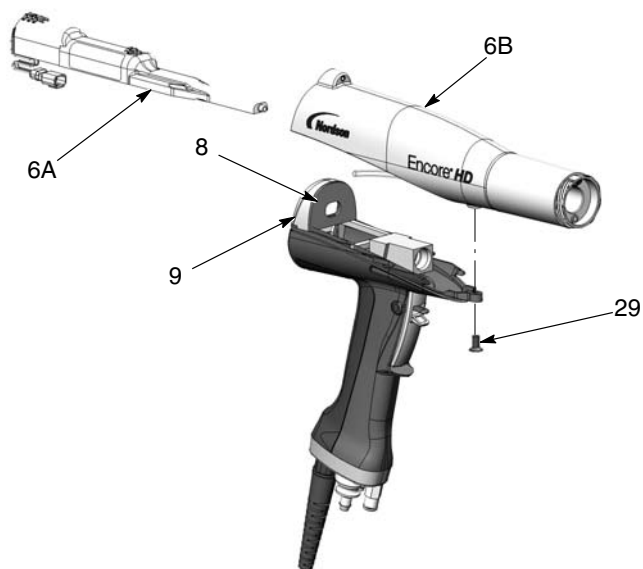

Bild 6-4 Demontering av spänningsaggregat ur pistolkroppen
1. Se bild 6-4. Skjut ut spänningsaggregatet (6A) ur pistolkroppen (6B).
2. Kontrollera packningen (8) på mellanväggens baksida (9). Byt ut den om den är sliten. Packningen är fäst vid skiljeväggen med ett kontaktlim.